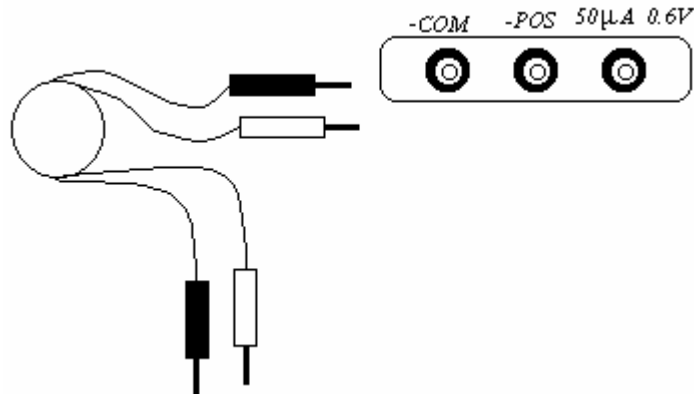

Figura VI.1 Conexión de puntas de prueba
- b) Una vez seleccionada la función, el siguiente paso consiste en conectar las puntas de prueba en los conectores correspondientes, en este caso, en las entradas marcadas como COM y +POS. Hecho lo anterior, el instrumento esta en condiciones de ser usado para medir tensiones eléctricas. (observa la figura VI.1)